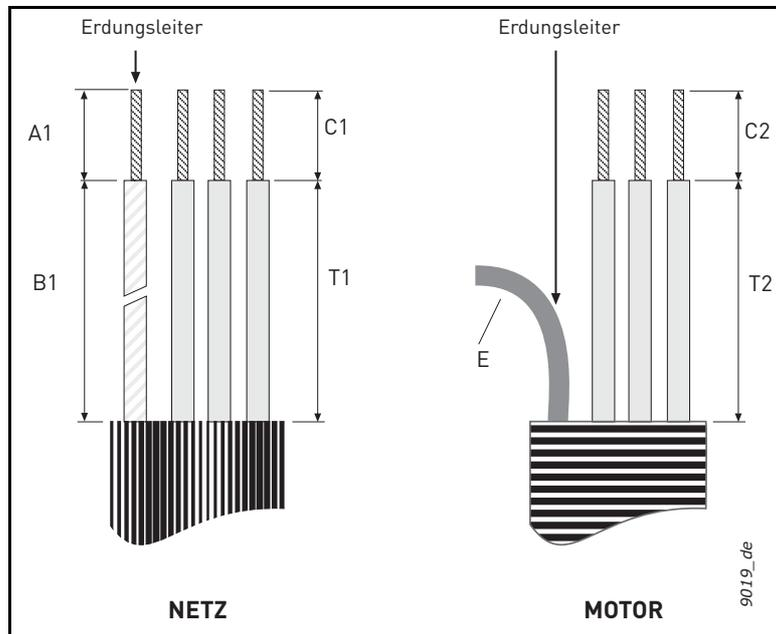
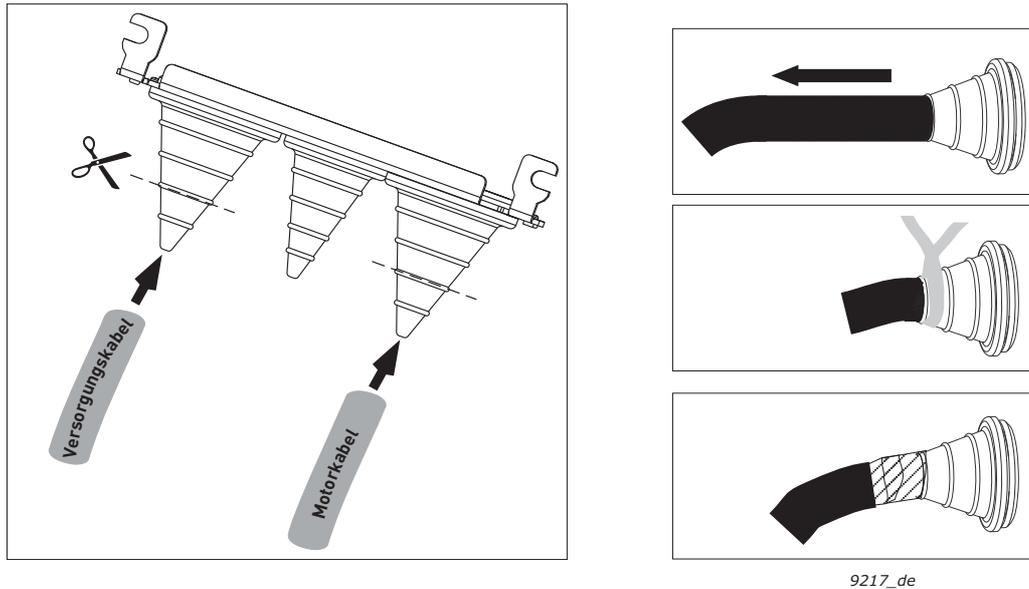
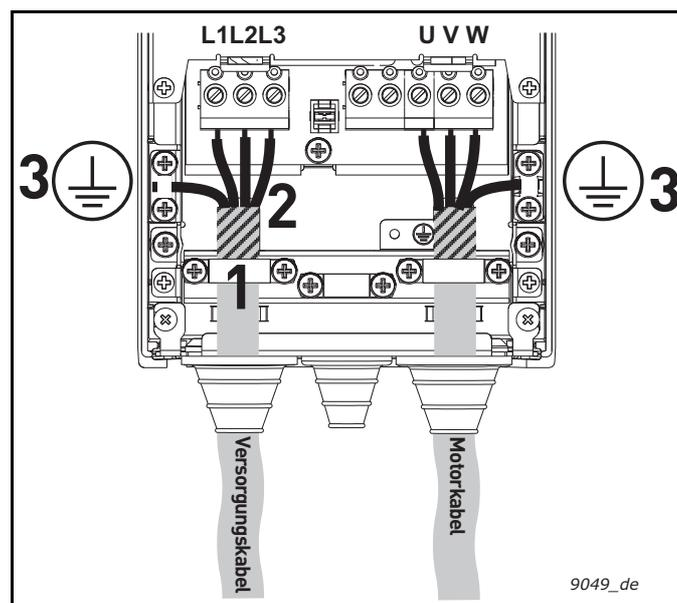

Abbildung 14. Abisolierung von Kabeln
Abbildung 18.
Abbildung 21.
Schließen Sie die abisolierten Kabel (siehe Abbildung 14 und Abbildung 18) an, wie in Abbildung 21 dargestellt.
- Legen Sie die Abschirmungen aller drei Kabel frei, um eine 360-Grad-Verbindung mit der Kabelklemme herzustellen (1).
- Schließen Sie die (Phasen-) Leiter der Stromversorgung, sowie die Brems- und Motorkabel an die entsprechenden Klemmen an (2).
- Verdrillen Sie die übrigen Kabelabschirmungen der drei Kabel, und stellen Sie eine Schutzleitung über eine Klemme her (siehe Abbildung 21) (3). Verdrillen Sie die Kabelenden so, dass sie gerade lang genug (nicht länger) sind, um sich an der Klemme anschließen zu lassen.
Um die Anforderungen der Schutzart IP54 zu erfüllen, muss die Verbindung zwischen Dichtung und Kabel fest sein. Daher sollten Sie den ersten Teil des Kabels gerade durch die Dichtung führen, bevor es gebogen wird. Wenn dies nicht möglich ist, muss die Festigkeit der Verbindung mit Isolierband oder einer Kabelschleife gewährleistet werden. Ein Beispiel finden sie in Abbildung 18.